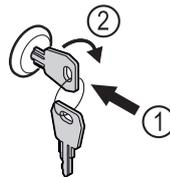

Fig. 163
- ▶ Schlüssel hineindrücken. Fig. 163 (1)
- ▶ Schlüssel um 90° im Uhrzeigersinn drehen. Fig. 163 (2)